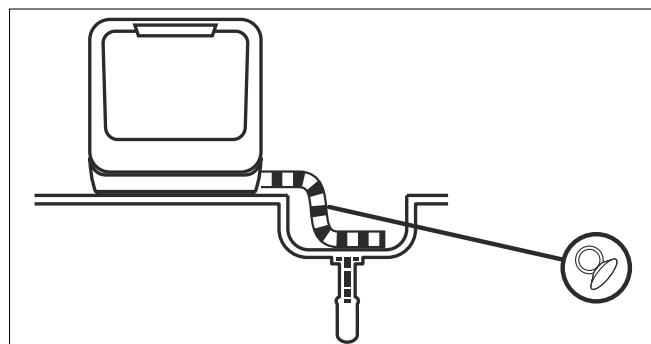
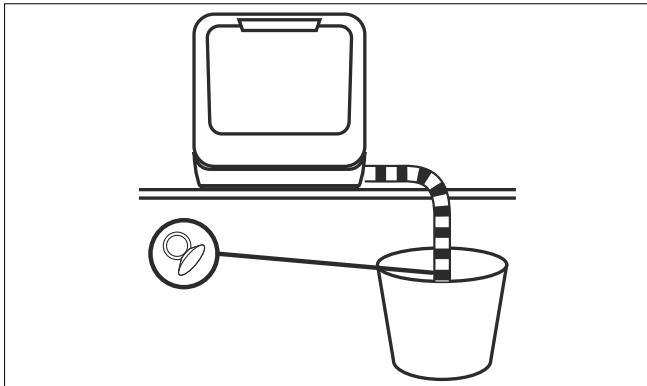

Abb. 10 – In ein Waschbecken ableiten
Abb. 11 – In einen Behälter ableiten
- ▶ Hängen Sie das Ende des Abwasserschlauchs in ein Waschbecken (siehe Abb. 10) oder einen ausreichend großen Behälter ein (siehe Abb. 11).
- ▶ Nachdem Sie Wasseranschluss und den Wasserabfluss vorgenommen haben, verbinden Sie den Netzstecker (24) mit einer Netzsteckdose.